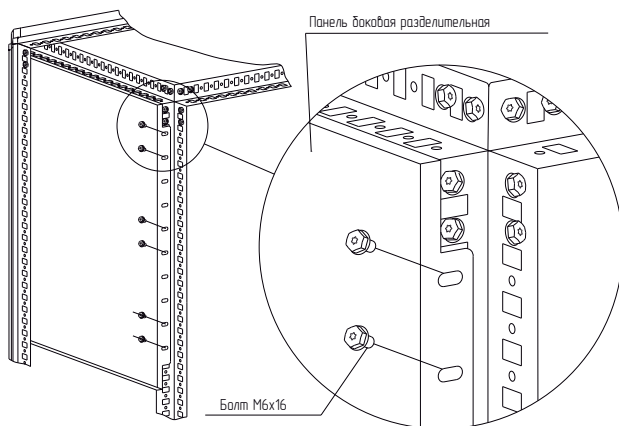

Рисунок 1
4.1.2 Установить панель боковую разделительную между стоек каркаса на нужной высоте и закрепить болтами самонарезающими М6×16 (рисунок 1). Момент затяжки – 7 Н·м. Болты приобрести отдельно.